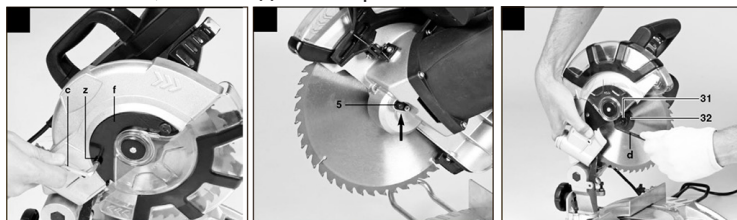

рис.3
4. Открутите винт (z) на крышке (f) неподвижного кожуха (рис.3).
5. Одной рукой нажмите на фиксатор шпинделя диска (рис.1 поз.5), устанавливая торцовый ключ (d) на болт (рис.3 поз.31). Фиксатор шпинделя пильного диска срабатывает не более, чем за один поворот.
Внимание! Для предотвращения самопроизвольного откручивания болта при работе, резьба на болте (рис.3 поз.31) - ЛЕВАЯ.